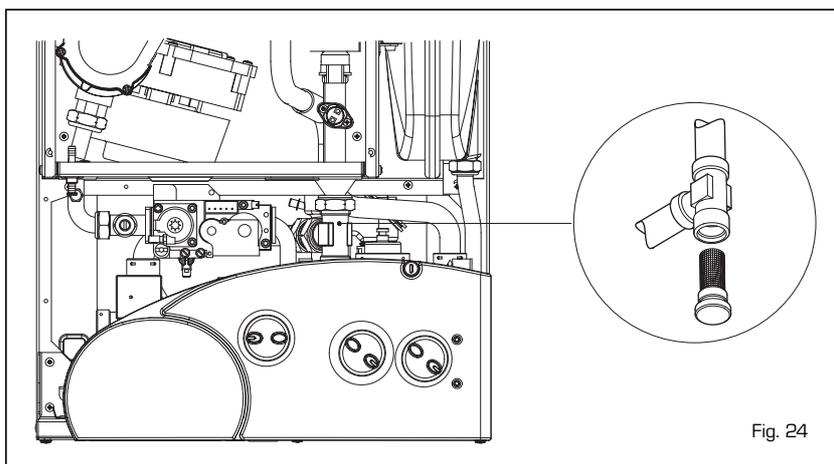

Fig. 24
4.6.1 Limpieza del filtro "Aqua Guard" (fig. 24)